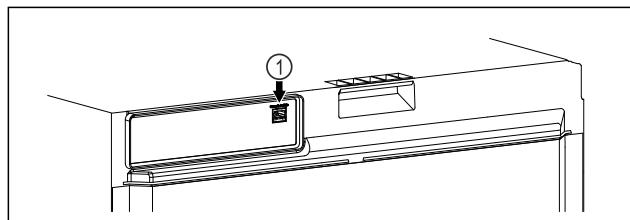

Fig. 101
SmartModule Fig. 101 (1) je nasadený.